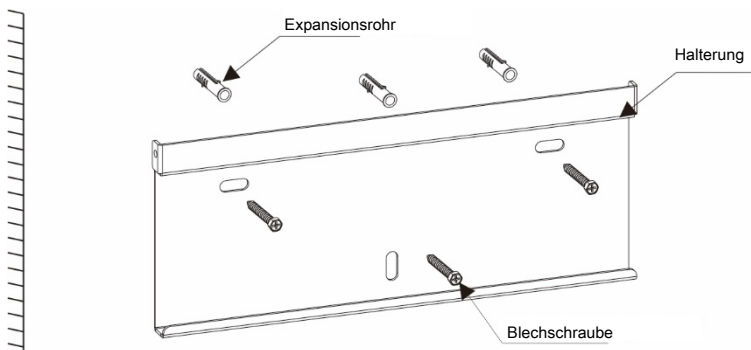
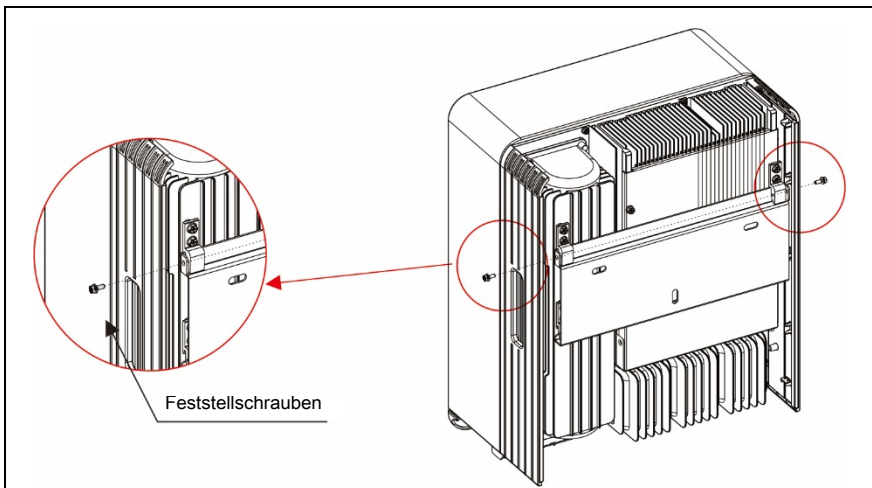

Abbildung 4.4 Wandmontage des Wechselrichters
Abbildung 4.5 Wandmontagehalterung
Hinweise zur Montage des Wechselrichters finden Sie in Abbildung 4.4 und Abbildung 4.5. Der Wechselrichter ist vertikal zu montieren. Die Schritte zur Montage des Wechselrichters sind unten aufgeführt:
2. Vergewissern Sie sich, dass die Halterung waagrecht liegt und die Montageöffnung (wie in Abbildung 4.4 dargestellt) richtig markiert ist, und schlagen Sie das Dehnungsrohr mit einem Hammer in die Wand.
Heben Sie den Wechselrichter an (achten Sie darauf, den Körper nicht zu belasten), und richten Sie die hintere Halterung des Wechselrichters auf den konvexen Teil der Montagehalterung aus. Hängen Sie den Wechselrichter in die Halterung ein und vergewissern Sie sich, dass der Wechselrichter fest sitzt (siehe Abbildung 4.5)